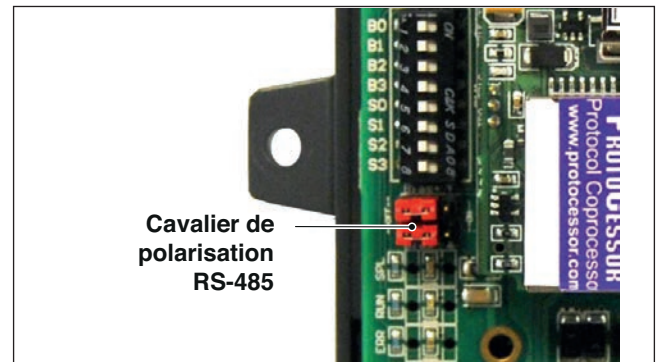

Fig. 8 Commutateur de polarisation de Modbus RS-485 sur le **ProtoNode** N34
- La position ARRÊT est lorsque les 2 cavaliers de polarisation ROUGES chevauchent les 4 broches plus près de l'extérieur du tableau de la **ProtoNode**. (Voir Fig. 8/9).